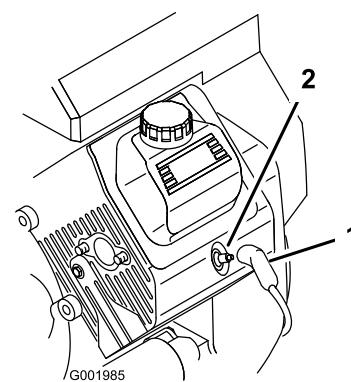

Figura 49
3. Puxe os cabos das velas (Figura 49).
- Coloque os cabos nas velas de ignição (Figura 49).